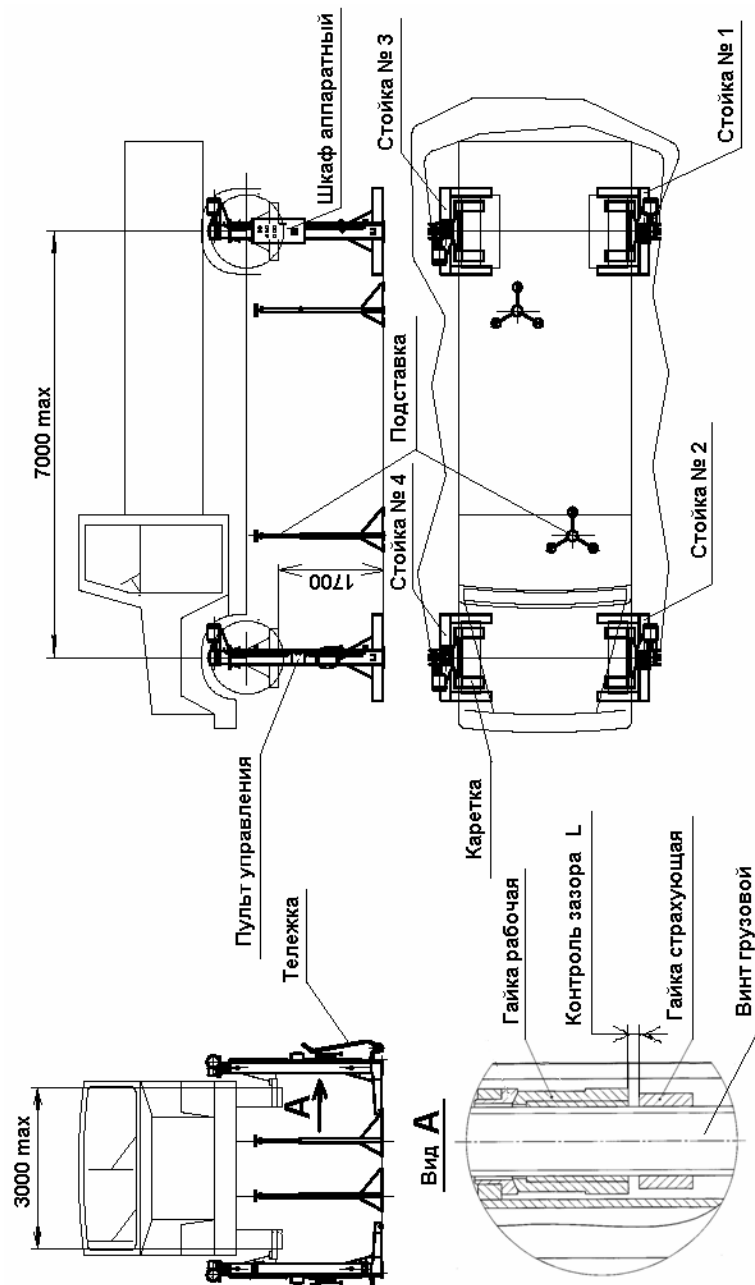
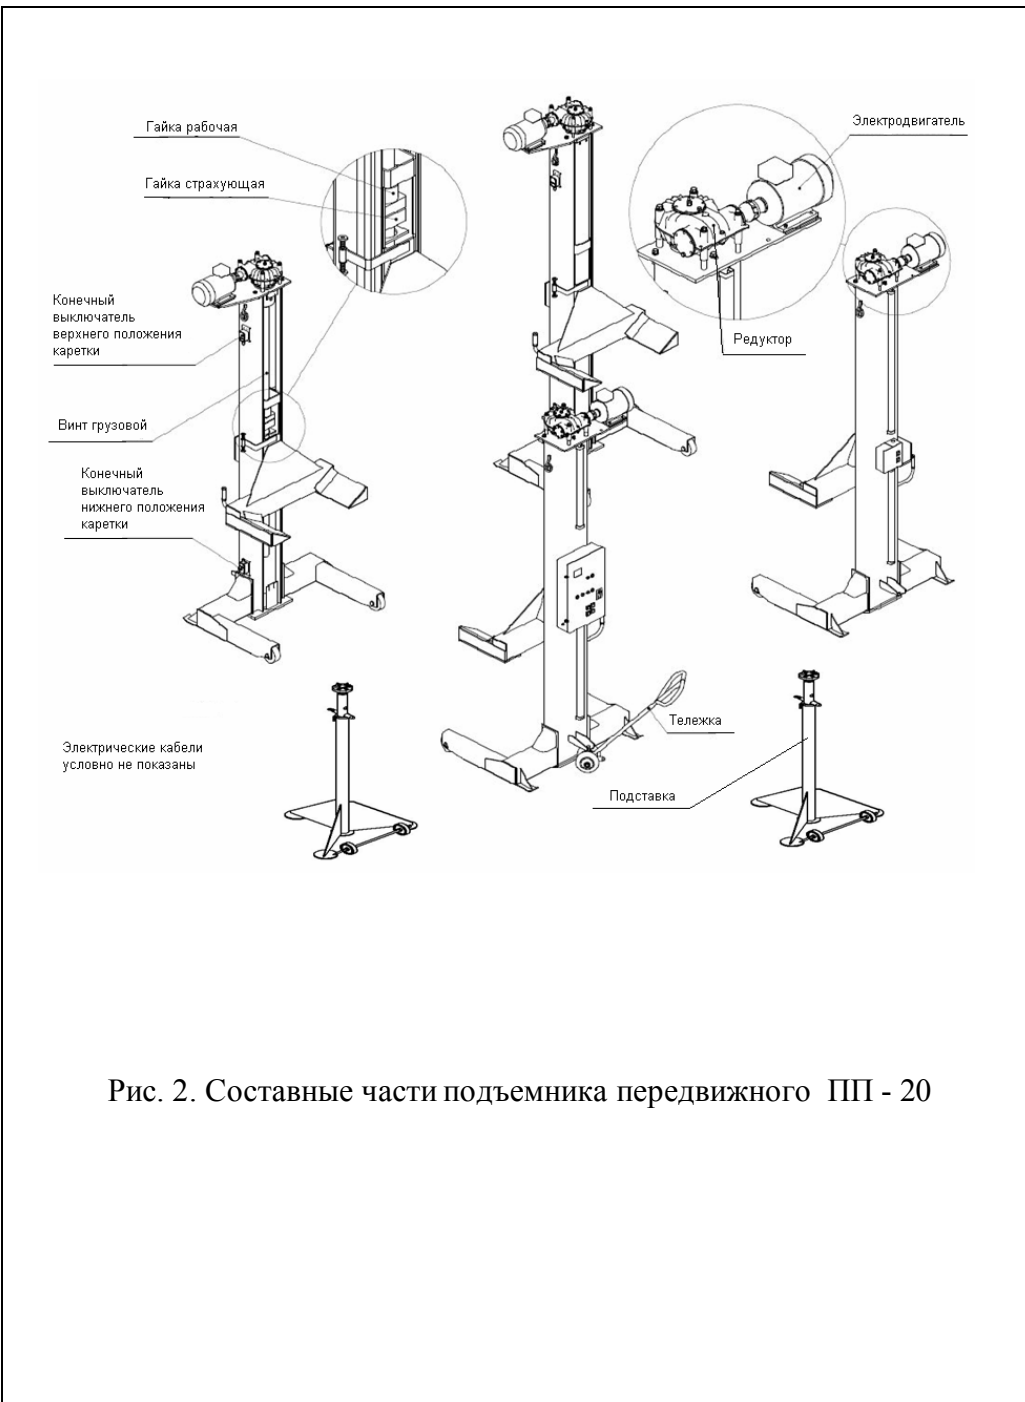

Рис. 1. Подъемник передвижной ПП - 20
Рис. 2. Составные части подъемника передвижного ПП - 20
4.1. Подъемник состоит из четырех стоек (см. Рис.1 и Рис.2), каждая из которых имеет электромеханический привод, каретку, грузовой винт, рабочую и страхующую гайки, конечные выключатели верхнего и нижнего положения кареток. На первой стойке установлен шкаф аппаратный, имеющий корпус с панелью электрооборудования, автоматический выключатель, лампочку «Сеть», «Авария», кнопки «Вверх» и «Вниз» для управления первой стойкой и кнопки «Вверх» и «Вниз» для управления всеми стойками одновременно. На остальных стойках установлены посты управления с кнопками «Вверх» и «Вниз» для управления данной стойкой.
5.23. При длительном ремонте и обслуживании на подъемнике под раму автомобиля или спец. места автобуса для страховки устанавливать подставки (см. Рис.1 и Рис. 2).